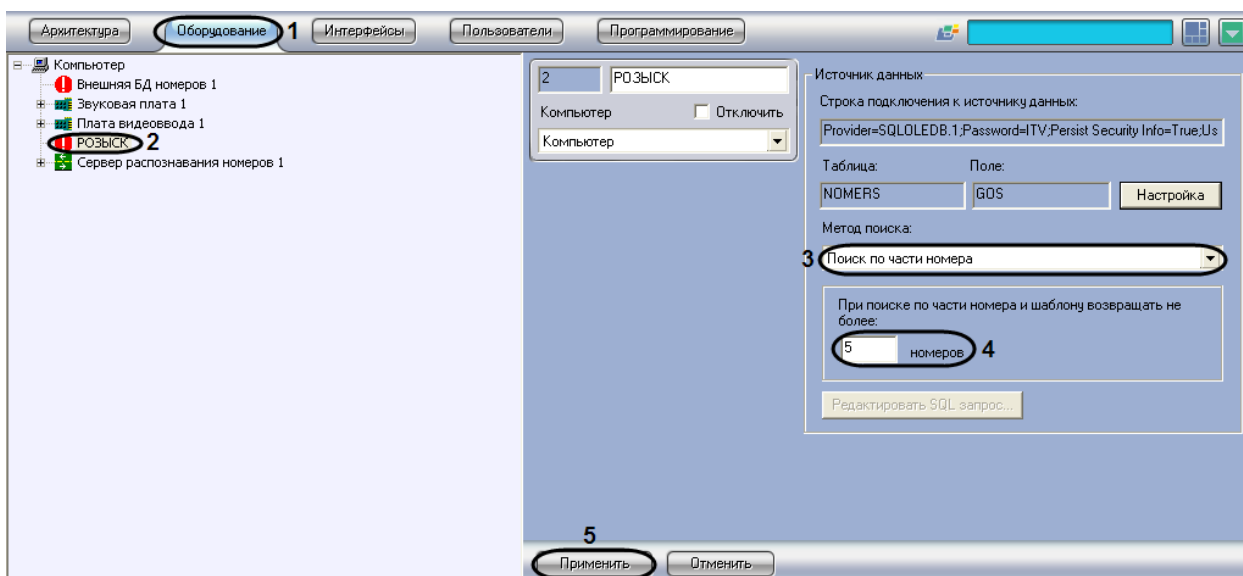

Рис. 7.5—11. Выбор метода поиска «Поиск по части номера» или «Поиск по шаблону»
2. Выбрать в дереве объект «Внешняя БД номеров» (Рис. 7.5—11, 2).
3. Из списка «Метод поиска» выбрать значение «Поиск по части номера» или «Поиск по шаблону» (см. Рис. 7.5—11, 3).
4. В поле «При поиске по части номера или шаблона возвращать не более ... номеров» ввести максимальное количество номеров, возвращаемое при поиске по части номера или номерному шаблону во внешней базе данных номеров (см. Рис. 7.5—11, 4).